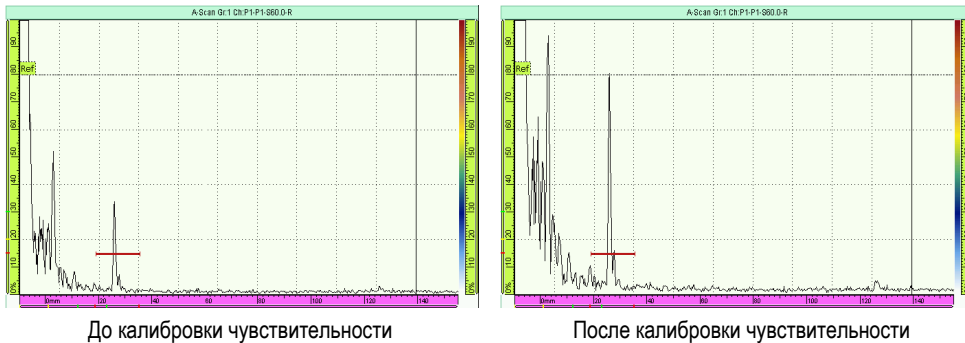

Рис. 5-13 Сигнал от опорного отражателя до и после калибровки чувствительности
3. Выберите **Настройки УЗ > Расшир. > Опорн. ампл.** и введите значение опорной амплитуды (в примере на Рис. 5-13 на стр. 136 это 80 %).
На Рис. 5-13 на стр. 136 показан сигнал от опорного отражателя до и после нажатия команды **Задать XX.X%**.